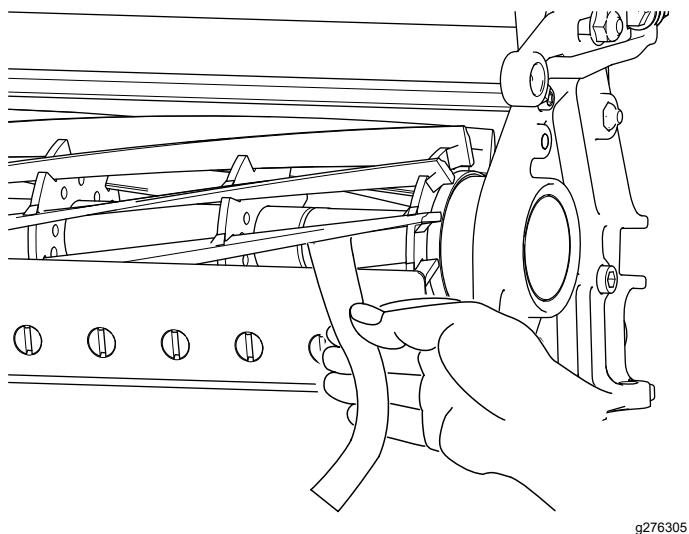

Figure 8
- B. Insérez une longue bande de papier de performance de coupe (réf. Toro 125-5610) entre le cylindre et la contre-lame, perpendiculairement à la contre-lame (Figure 8), puis tournez **lentement** le cylindre en avant ; il devrait couper le papier ; si ce n'est pas le cas, répétez les opérations A et B jusqu'à ce que le papier soit coupé.
11. Insérez une longue bande de papier de performance de coupe (réf. Toro 125-5610) entre le cylindre et la contre-lame, perpendiculairement à la contre-lame (Figure 8), puis tournez **lentement** le cylindre en avant ; il devrait couper le papier ; s'il ne le coupe pas, tournez chaque vis de réglage de la barre d'appui de 1 cran dans le sens horaire et répétez cette opération jusqu'à ce le papier soit coupé.